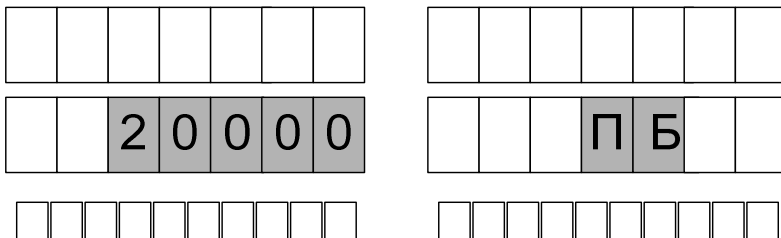

Рисунок 2
10.3 В начале нового налива, когда измерительная установка готова к отпуску топлива, мигающими символами в средней строке ЖКИ отображается значение заданной дозы, а в случае отпуска "до полного бака" – символы "ПБ" (рисунок 2). Это предоставляет удобный способ определить, когда можно начать налив, а также убедиться, что задано требуемое количество топлива.